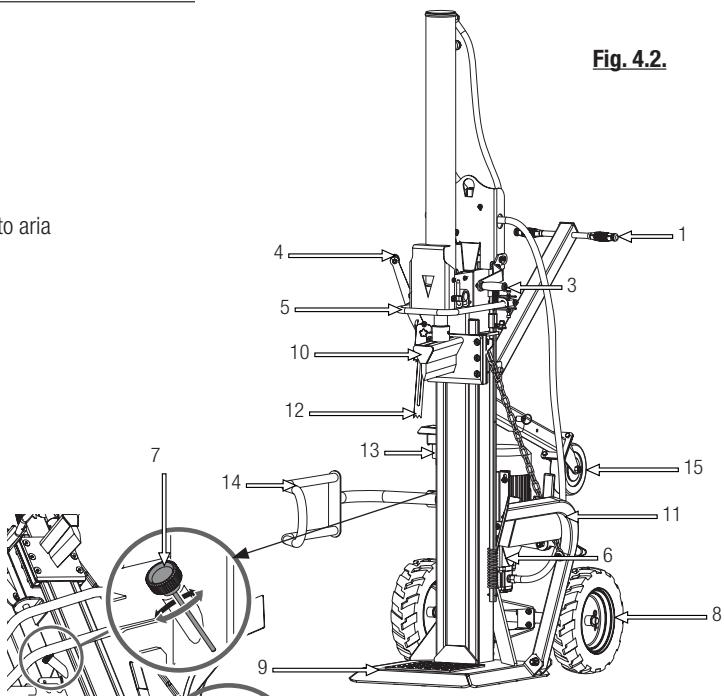

Fig. 4.2.
- Abbassare le leve della taglierina (Fig 4.2.-3) e della pressione (Fig 4.2.-4) per sollevare il cilindro idraulico al massimo (1).
- Inserire i perni a L (2) per fissare il cilindro idraulico. Blocca i perni a L nelle linguette abilitate per questo (3 e 4)
- Rilasciare entrambe le leve (Fig 4.2.-3) e (Fig 4.2.-4), azionare la leva di retromarcia (Fig 4.2.-5) per sollevare la lama. Rimuovere la staffa di trasporto dalla lama.
3. Posizionare il tronco sul tavolo di lavoro e trattenerlo utilizzando la griffa (Fig 4.2.-12). Per fare ciò, abbassare la leva di pressione (Fig 4.2.-4) fino a quando l'artiglio tocca il tronco. La pinza può essere regolata come mostrato nella figura per adattarsi alle diverse altezze del tronco.
4. Mantenendo la leva di pressione (Fig 4.2.-4) che trattiene il tronco, spostare la leva di taglio (Fig 4.2.-3) verso il basso finché non tocca il tronco. Inizia a tagliare il tronco premendo la leva di taglio a metà (velocità lenta e forza maggiore) e quando il tronco si è aperto puoi passare alla velocità veloce premendo a fondo la leva per finire di dividere il tronco più rapidamente.
Nota: questa cippatrice è dotata del sistema di controllo "ZHB" che richiede l'utilizzo di entrambe le mani. La mano sinistra controlla la leva di pressione (Fig 4.2.-4) mentre la mano destra controlla la leva del cutter (Fig 4.2.-3).
5. Per riportare la lama nella posizione iniziale, premere la leva di retromarcia (Fig 4.2.-5)